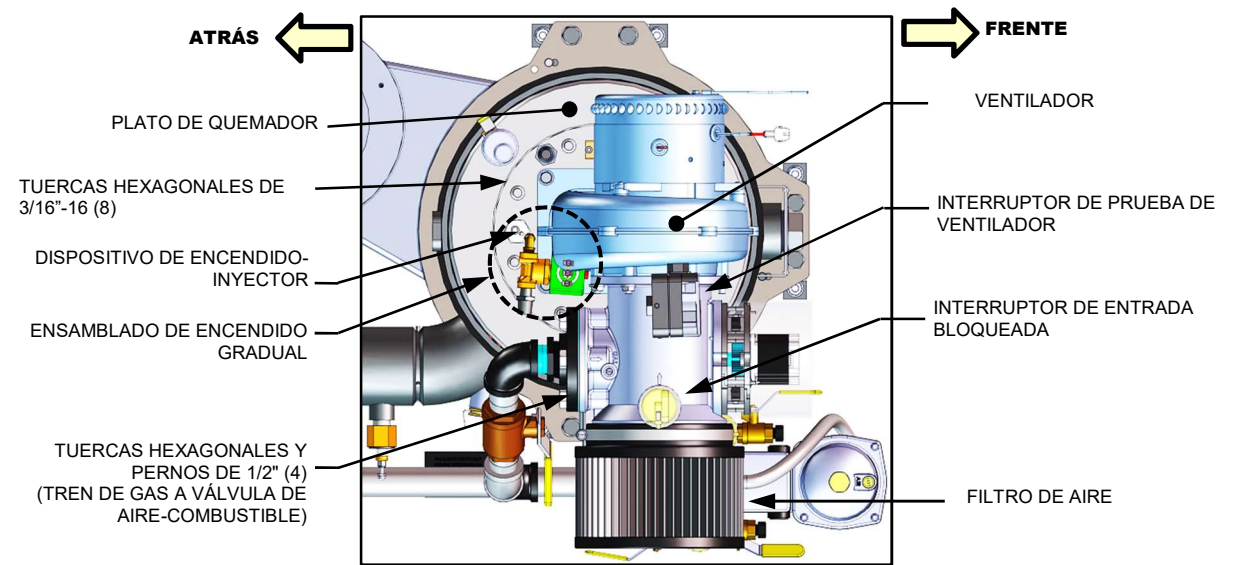

Figura 4-4a: Información del montaje de ensamblado del quemador de BMK 750/1000 (vista desde arriba)
interruptor Blocked Inlet (conexión de entrada bloqueada) que se muestran en la Figura 4-4a y 4-4b.
11. Desconecte el tren de gas de la válvula de aire-combustible removiendo los cuatro (4) pernos y tuercas de 1/2" (Figura 4-4a).
15. Retire las ocho (8) tuercas de 3/8-16 de la brida del quemador (Figura 4-4a) usando una llave de 9/16".